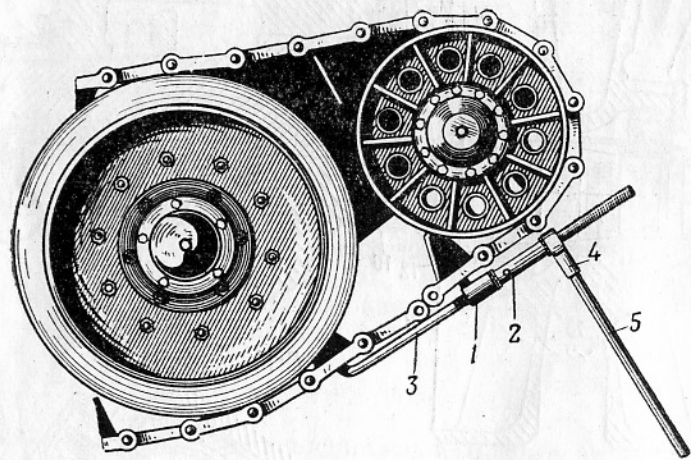

Рис. 2. Соединение гусеницы с помощью приспособления Сб-00:
7. Совместить проушины траков верхней и нижней ветвей гусеницы при помощи приспособления Сб-00 (рис. 2) и соединить пальцем (см. Технические условия, п. а).
9. Совместить проушины траков верхней и нижней ветвей гусеницы при помощи приспособления Сб-00 (рис. 2) и соединить их пальцем.